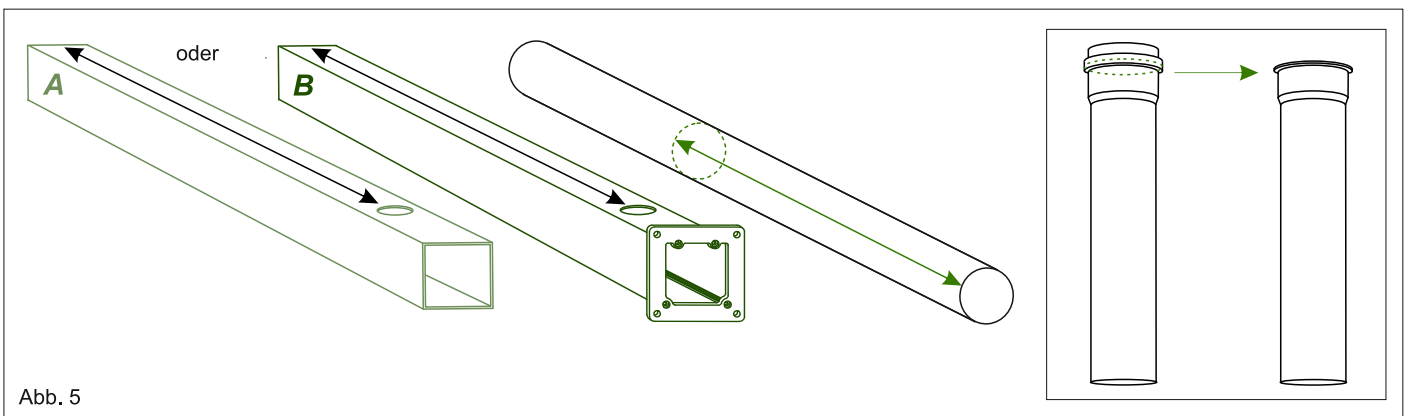

Abb. 5
1d. Dichten Sie den Spalt zwischen der Wand und dem Wandprofil auf der gesamten Länge mit geeigneten Silikon ab. Siehe Abb. 5.
4. 3. Beim oberen HT- Rohr soll die Nut, die Für Dichtgummi vorgesehen ist, weggeschnitten werden. Bitte beachten Sie dabei, dass die breite Kante des HT-Rohrs noch verbleiben soll, damit das HT-Rohr nicht durch die von Ihnen vorgefertigte Bohrung in der Rinne durchfallen kann. Siehe Abb. 5.